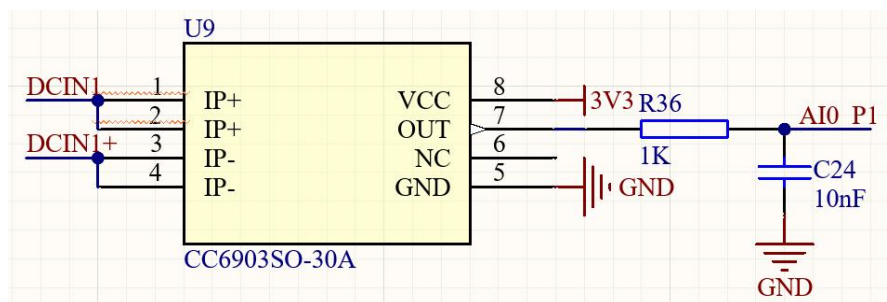

图 3-8 电流采样电路
将图3-8的所需采样的输入DCIN1经过CC6903输出一个合适的采样值，经过公式： $V_{OUT} = V_{CC} / 2 + 0.044 \times I_P(A) \dots\dots (V)$ 可计算。CC6903芯片不同量程的计算公式如表3-1所示。